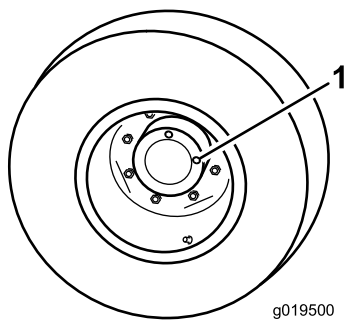

Figura 90
2. Posicione a roda de forma a que 1 tampão de verificação (Figura 90) fique na posição das 12 horas e o outro na das 3 horas.
3. Retire o tampão da posição das 3 horas (**Figura 90**).